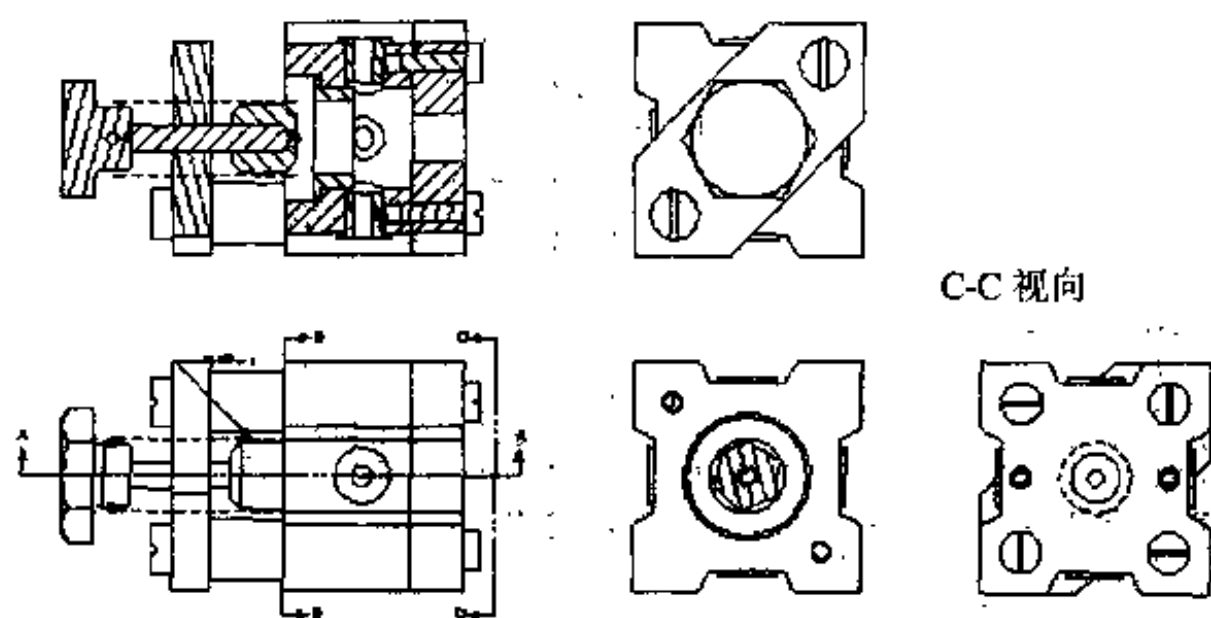

图 3.99 生成辅助视图
- (4) 单击【放置辅助视图】按钮, 生成一辅助视图, 将光标放置在左视图的右侧适当距离, 单击确定, 结果如图 3.99 所示。